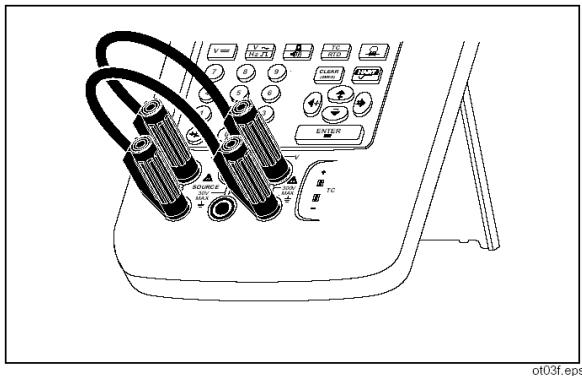
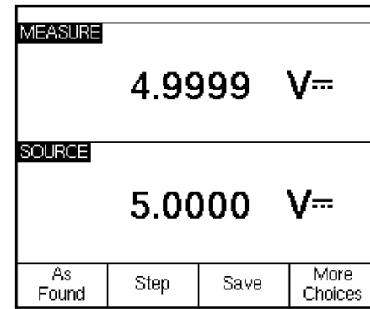

图 3 跨接线连接演示
图 4. Measure/Source 示例
3. 按照以下说明，将校准器的电压输出连接到其电压输入：将最左侧的一对插孔 (V Ω RTD SOURCE) 连接到最右侧的一对插孔 (V MEAS)。（请参见图 3。）
4. 按 ① 开启校准器。按 \odot 和 \odot 调节显示屏对比度以获得最佳显示。校准器开启后处于直流电压测量模式，并在 V MEAS（电压测量）输入插孔上获取数据。
7. 此时，按 **MEAS SOURCE** 进入分屏幕的同时 MEASURE/SOURCE（测量/输出）模式。校准器同时输出并测量直流电压。您可以在顶部窗口中看到测量读数，并在底部窗口中看到有效源值，如图 4 所示。